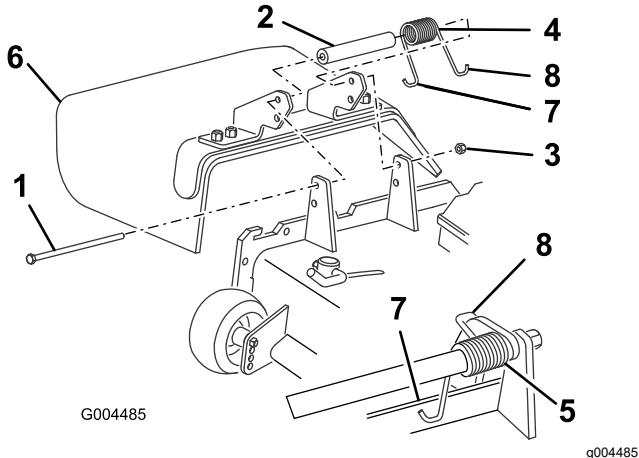

Bild 27
- Entfernen Sie die Sicherungsmutter, Schraube, Feder und das Distanzstück, mit denen das Ablenkblech an den Drehhalterungen befestigt ist (Bild 27). Entfernen Sie defekte oder abgenutzte Ablenkbleche.
- Legen Sie das Distanzstück und die Feder zwischen die Halterungen des Ersatzablenkleches (Bild 27). Setzen Sie das linke J-Hakenende der Feder hinter die Kante des Mähwerks.
Hinweis: Achten Sie darauf, dass das linke Hakenende der Feder hinter der Mähwerkskante befestigt ist, bevor Sie die Schraube einsetzen, wie in Bild 27 abgebildet.
- Setzen Sie die Schraube und Mutter ein. Führen Sie das rechte Hakenende der Feder um das Ablenkblech (Bild 27).